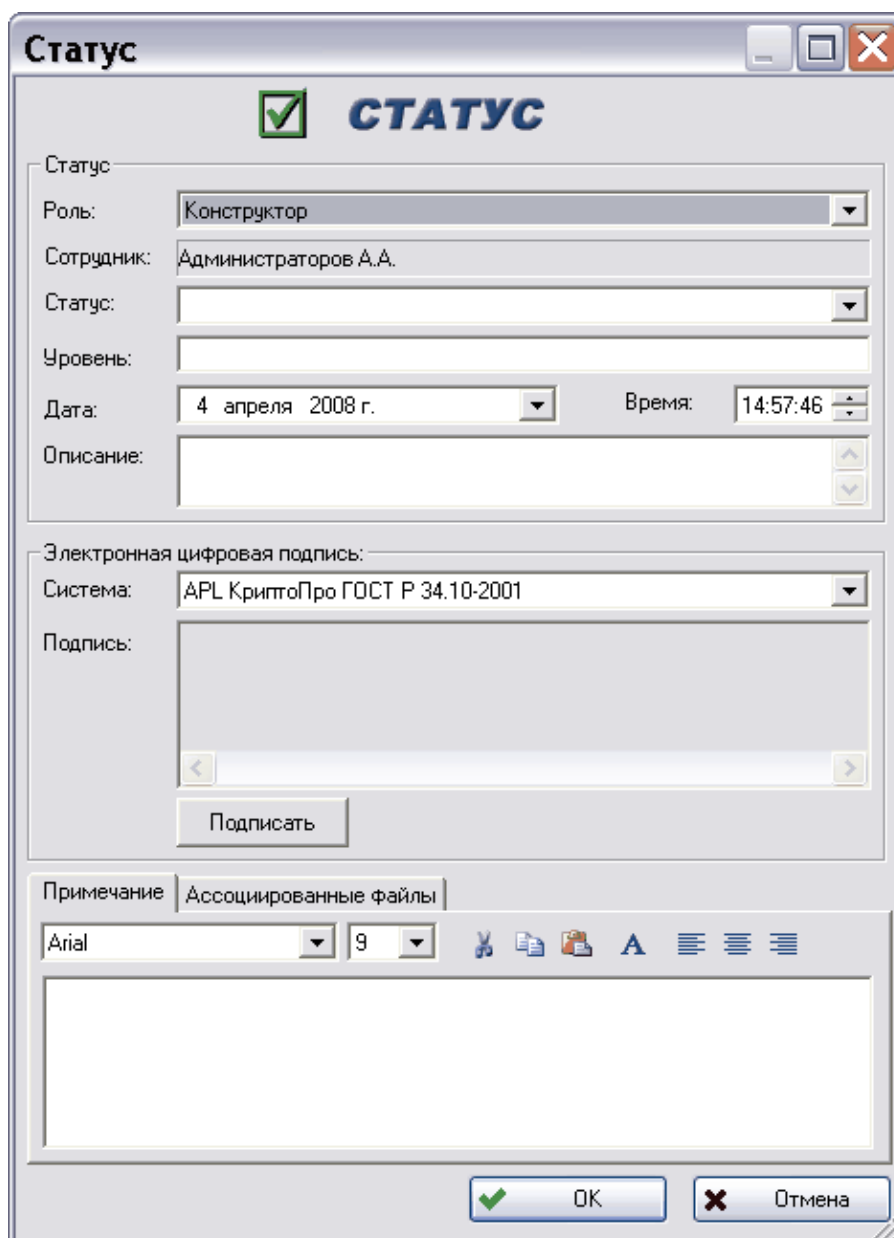

Рис. 164
1. Выберите в контекстном меню характеристики пункт **Создать → Присвоить статус...** или нажмите на кнопку  панели инструментов. После этого появится окно **Статус** (Рис. 164).